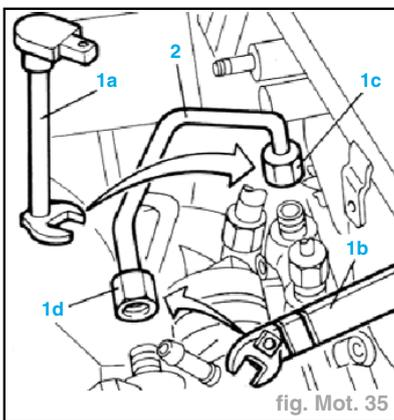

fig. Mot. 35
- A l'aide des clés génériques (1a) et (1b) de la figure, dévisser le raccord (1c) côté collecteur et le raccord (1d) côté pompe de pression (fig. Mot. 35).